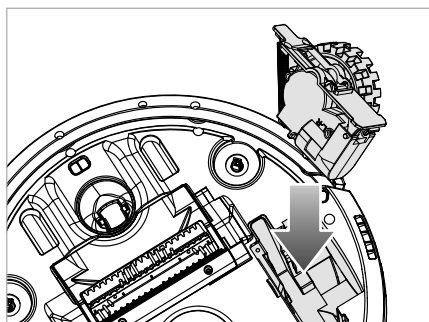

Abb. 23
- 4) Setzen Sie das Rad **20/34** wieder in das Radfach (siehe Abb. 23).